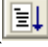

图 3.2.6
- 将构件添加到窗口编辑区域之后，双击该构件可打开该构件的属性。构件的作用不同，属性设置界面有很大的差异。可点击属性设置界面的右下角的“帮助”按钮查看构件属性设置详细说明。如图 3.2.6 所示。